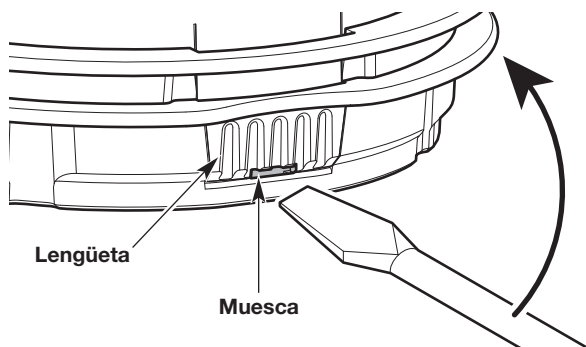

Fig. 23
- a. Inserte un destornillador de cabeza plana en la ranura de la lengüeta (Fig. 23).
- b. Inclínele levemente el destornillador hacia arriba y sosténgalo en el lugar (Fig. 23).